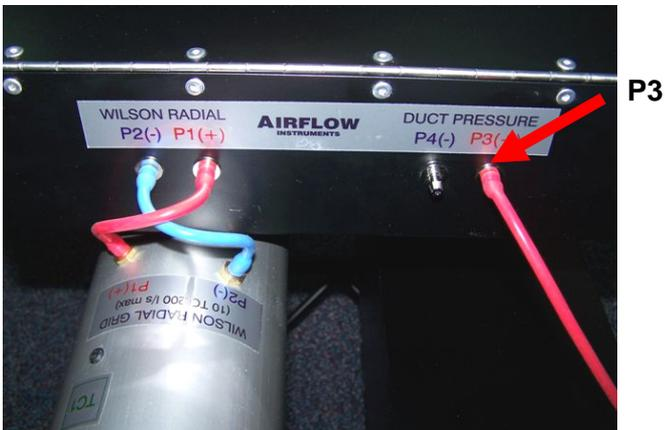

Bild 2 P3(+)
2. Anschluss Silikonschlauch an **P3 (+)** (Bild 2). Das andere Ende ist am Kanaladapter angeschlossen.
2. Schließen Sie den Silikonschlauch an **P3 (+)** an (Bild 2).